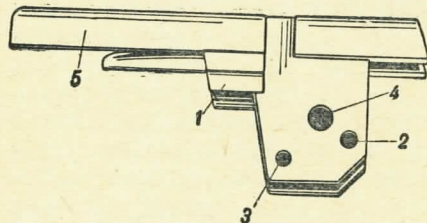

Рис. 61. Колодка ударно-спускового механизма:
**Колодка** (рис. 61) служит для соединения курка, боевой пружины, шептала и разобщителя.